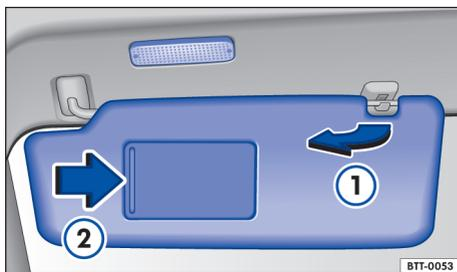

Fig. 82 Para-sol.
- Retirar do suporte e girar na direção das portas → Fig. 82 ①.
No para-sol rebatido para baixo há um espelho de cortesia atrás de uma cobertura. Ao abrir a cobertura → Fig. 82 ② uma lanterna se acende.